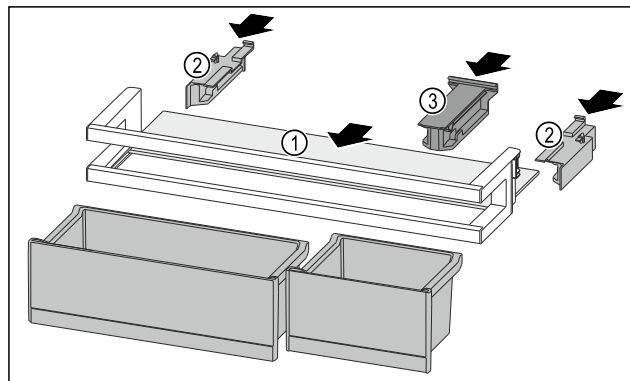

Fig. 124
- Odkládací plochu Fig. 124 (1) zasuňte do bočních vybrání.
- Boční díly Fig. 124 (2) vložte.
- Držák Fig. 124 (3) vložte.